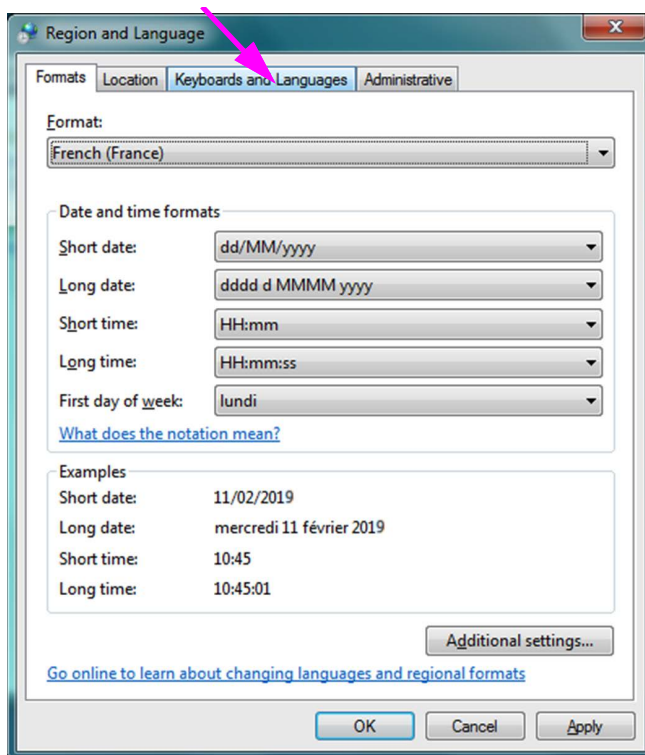

Figure C-7. Fenêtre déroulante Region and Language (Région et langue)
1. Dans l'écran Region and Languages (Région et langue), cliquez sur l'onglet **Keyboards and Languages (Claviers et langues)** (cf. Figure C-7).